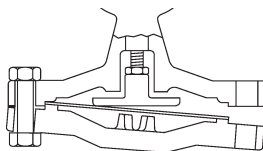

Fig. 9
2. Svitare il raccordo prolungato (32) e sollevarlo.
3. Togliere i bulloni M12 (23) e rimuovere la parte inferiore della camera diaframmi (22), i due diaframmi (24) in acciaio inox ed il gruppo piattello diaframmi-asta di comando (25, 26, 30).
5. Rimontare il piattello dei diaframmi con il gruppo asta di comando e rimontare senza serrare la camera inferiore dei diaframmi trattenendola in posizione con i due bulloni posti ai due lati dell'attacco al tubicino, vedere fig. 9, in modo che il risalto da imboccare venga a trovarsi nel rispettivo alloggiamento. Controllare anche che il tubo di collegamento in acciaio inox sia inserito nel relativo raccordo.
6. Tenere uniti i due diaframmi principali ed inserirli in posizione, avendo preventivamente spinto il piattello diaframmi verso l'alto per creare il necessario spazio, vedere la fig. 9.